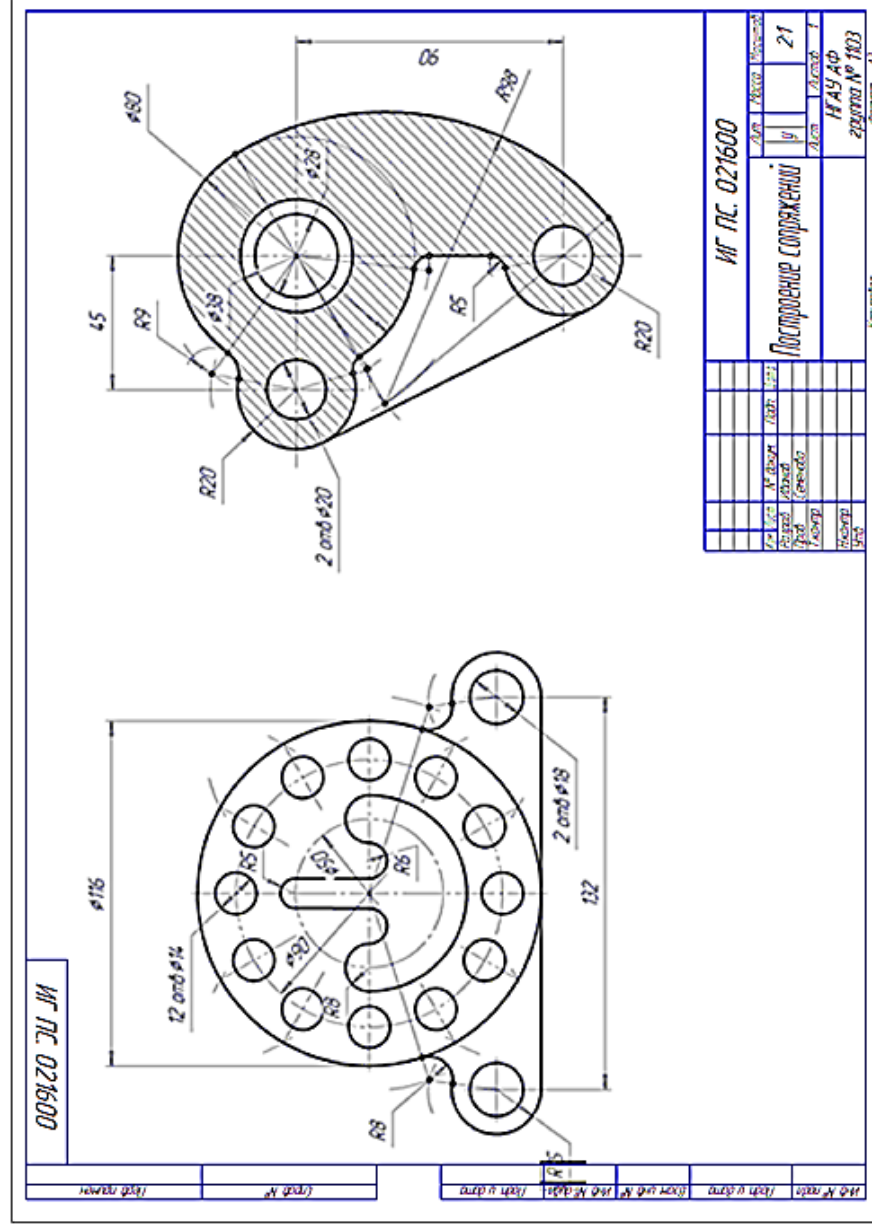

Рисунок 7 – Пример выполнения задания 6
- Пример выполнения задания представлен на рис. 7.